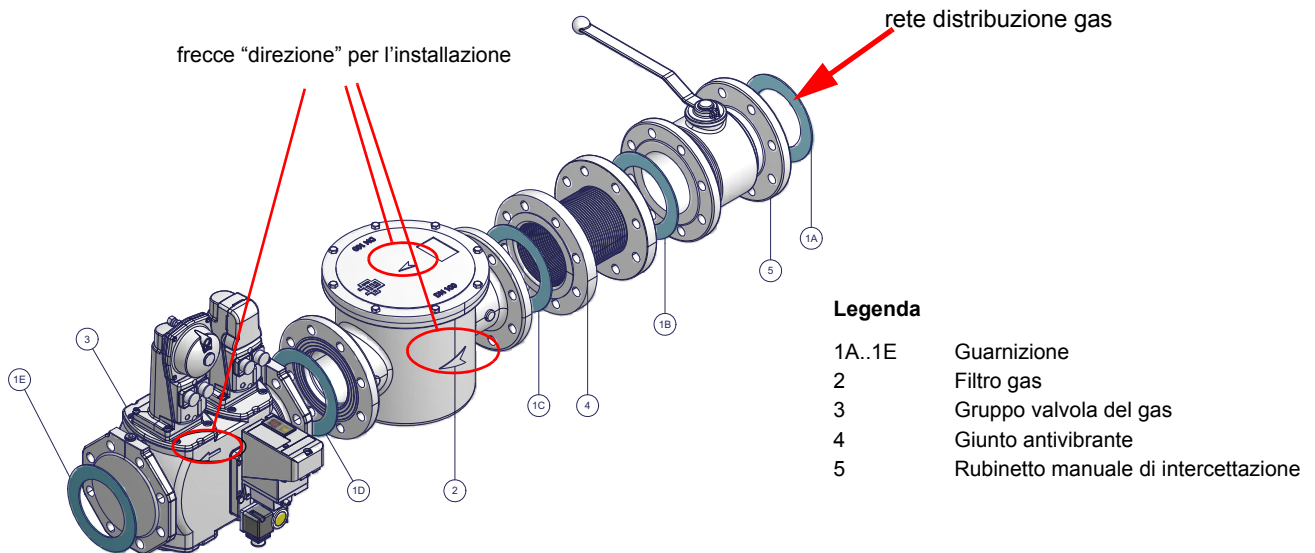

Fig. 4 - Esempio di rampa gas
- 1-b) nel caso di giunti flangiati: interporre tra un componente e l'altro, una guarnizione (n.1A..E-Fig. 4) compatibile con il gas utilizzato,
ATTENZIONE: una volta montata la rampa secondo lo schema riportato in Fig. 4, deve essere effettuata la prova di tenuta del circuito gas, secondo le modalità previste dalla normativa vigente.